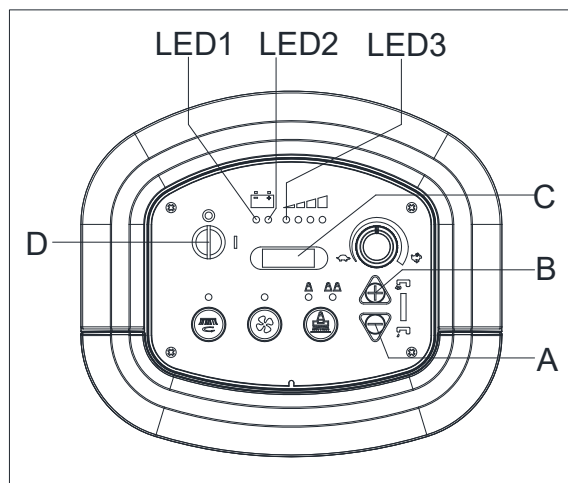

Figure 4.2
1. Appuyer sur les deux boutons (A, Figure. 4.2) et (B) en même temps, insérer la clé de contact (D) et allumer l'alimentation ; après 0,5 seconde, accéder au mode de réglage de la batterie. Affichage LED pendant le réglage (C), relâcher les boutons.
2. Le mode peut passer de 0 à 5 en appuyant sur le bouton (B), ou passer de 5 à 0 en appuyant sur le bouton (A). Une fois le réglage du mode de batterie terminé, couper l'alimentation (D) et le nouveau réglage du mode de batterie peut être sauvegardé automatiquement.